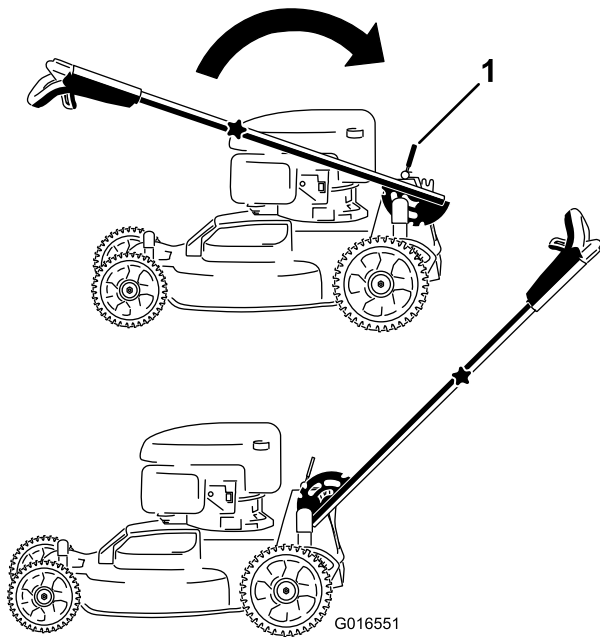

Figura 4
1. Gire el manillar superior hasta que se acople al manillar inferior (Figura 3) y apriete ambos pomos del manillar para bloquear el manillar superior en su lugar (Figura 4).
- Suelte la palanca de bloqueo del manillar (Figura 4).
- Tire del manillar hacia atrás y bloquéelo en esa posición (Figura 4).